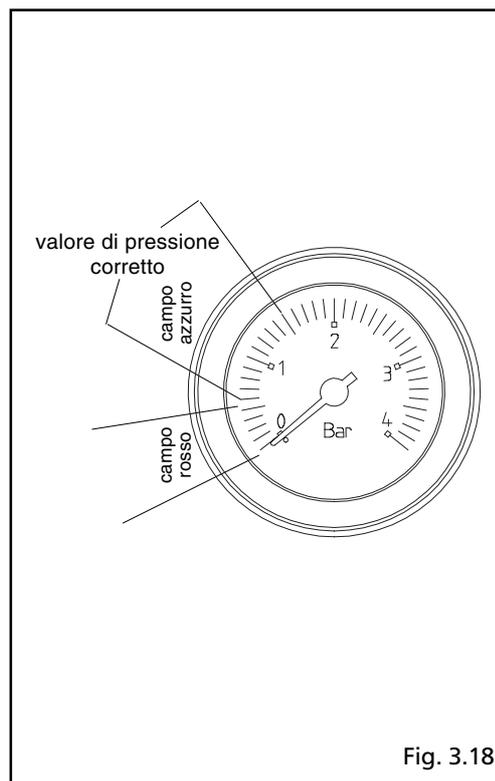

Fig. 3.18
- aprire di due o tre giri il tappo della valvola di sfogo aria automatica (A)
- accertarsi che il rubinetto entrata acqua fredda (B) sia aperto
- aprire il rubinetto di riempimento (C) fino a che la pressione indicata dall'idrometro arrivi a circa 1 bar (fig. 3.18).